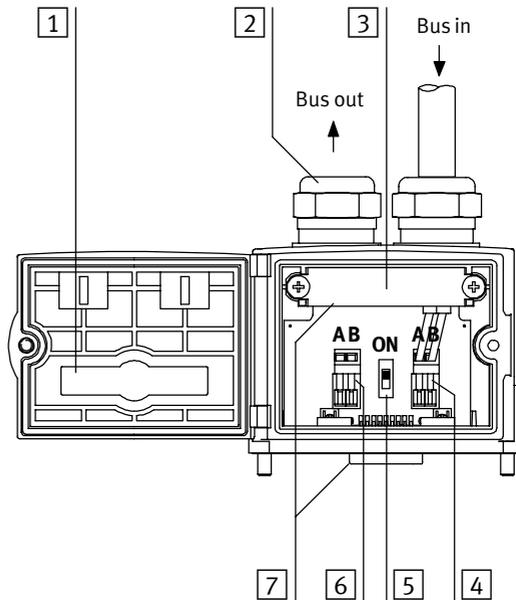

Fig. 1/6: Connettore Fieldbus Festo, tipo FBS-SUB-9-GS-DP-B
- Posizione dell'interruttore ON: Il terminale bus è ON e il conduttore Fieldbus in uscita è **disinserito** (vedi Fig. 1/7).